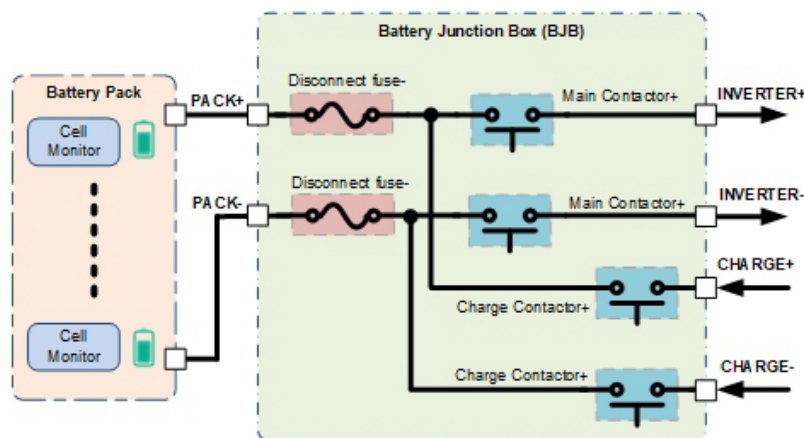

图 1. 配电系统中的电池断开保险丝和高压继电器
对于混合动力汽车 (HEV) 和电动汽车 (EV)，电池管理系统 (BMS) 中的配电系统可为车辆的核心功能供电，还提供安全断开高电压或高电流事件的机制。随着对更高电压、电流、效率和可靠性的需求持续增长，配电系统的两个核心组件（高压继电器和断开保险丝）面临越来越多的设计挑战。图 1 展示了高压继电器和断开保险丝的概览。